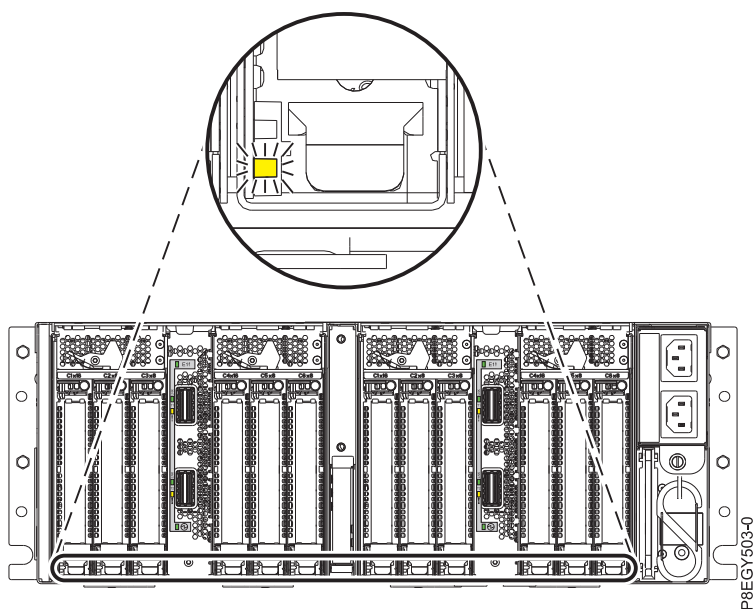

図 48. PCIe3 拡張ドロー内オレンジ色の PCIe アダプター 障害 LED または識別 LED (下部の LED) の位置
9. PCIe アダプター・スロットを識別するために有効にしたオレンジ色の明滅する障害 LED (下部の LED) を確認します。 図 48 を参照。